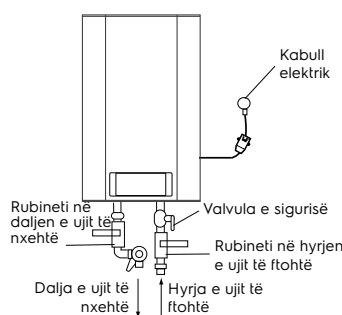

Fig. 9
- Valvula e sigurisë duhet të instalohet në portin e hyrjes së ujtit (shih fig. 9).